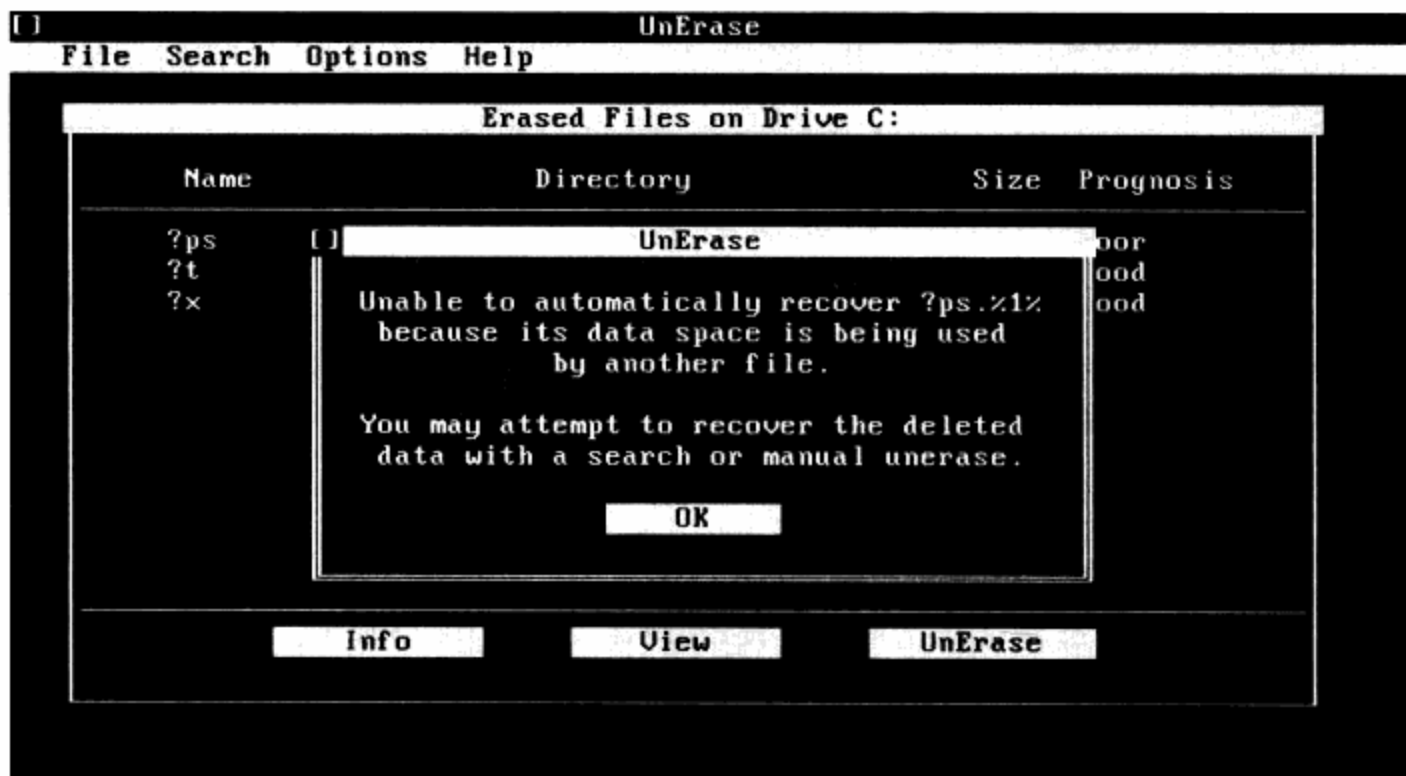

图13-30 报告所选择的文件不能自动恢复
**步骤 04** 选择要恢复的文件，单击UnErase按钮。如果该选中的文件不能自动恢复，弹出提示信息“所选择要恢复文件的数据区已经被覆盖，该文件不能自动恢复”。如图13-30所示。